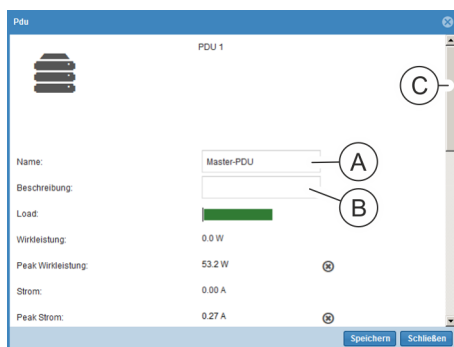

Abb. 108: Fenster "PDU"
➔ Es öffnet sich das Fenster "PDU" (Abb. 108).
4. ➔ Im Fenster "PDU" bei Bedarf die Benennung der PDU (Abb. 108/Ⓢ) anpassen und bei Bedarf eine Beschreibung hinzufügen (Abb. 108/Ⓢ).
5. ➔ Mit dem Scrollbalken nach unten scrollen (Abb. 108/Ⓢ).